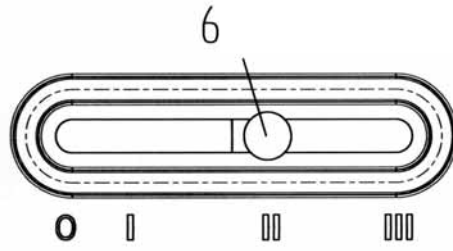

Fig. 10
6. Réglage d'air primaire (Fig. 10)